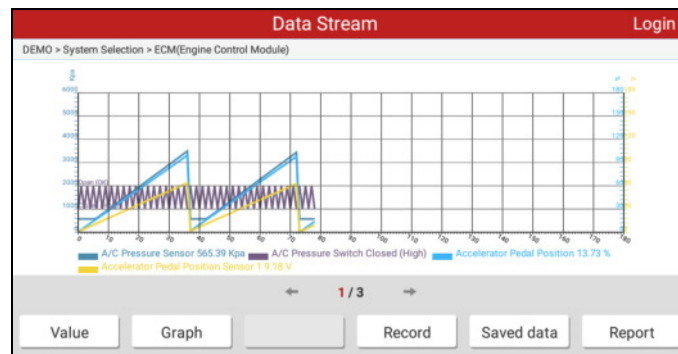

Fig. 5-14
- ✓ Kombinieren- Diese Option ist vor allem in Graph merge Status für den Datenvergleich verwendet. In diesem Fall sind verschiedene Elemente in verschiedenen Farben gekennzeichnet. Siehe Abb. 5-14.